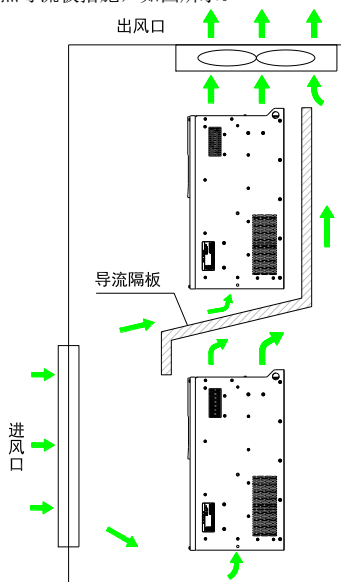

图 3-4 上下排安装要求
- 垂直向上安装变频器,便于热量向上散发。若柜内有多台变频器时,请并排安装。在需上下安装的场合,请参考图 3-4,安装隔热导流板;